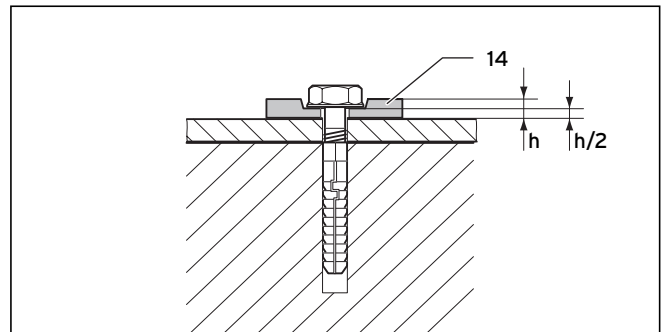

Abb. 5.37 Befestigung mit flexiblen Unterlegscheiben
Verwenden Sie unbedingt die 4 flexiblen Unterlegscheiben (14), um Materialdehnungen ausgleichen zu können. Verpressen Sie die Unterlegscheiben um 50 %, siehe Abb. 5.37.